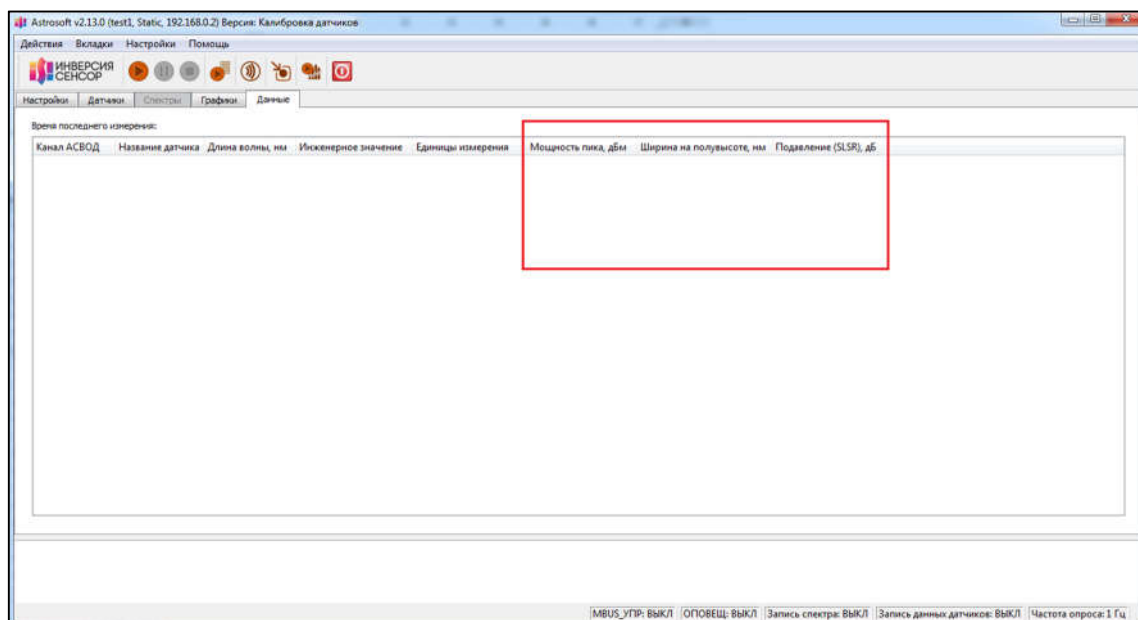

Рисунок 11.4 – Версия «Калибровка датчиков», дополнительные параметры
- 3) «Калибровка датчиков»: версия программы (окно «О программе» имеет вид, показанный на рисунке 11.3), в которой присутствуют расширенные оптические параметры данных датчиков (см. рисунок 11.4) и возможность их записи (см. рисунок 11.5).
Версия «Калибровка датчиков» предоставляет дополнительные оптические параметры (см. рисунок 11.4). Чтобы включить запись дополнительных параметров, перейдите в **главном меню** «Настройки» → «Запись данных датчиков» и поставьте флажок напротив «Оптические параметры» (см. рисунок 11.5).